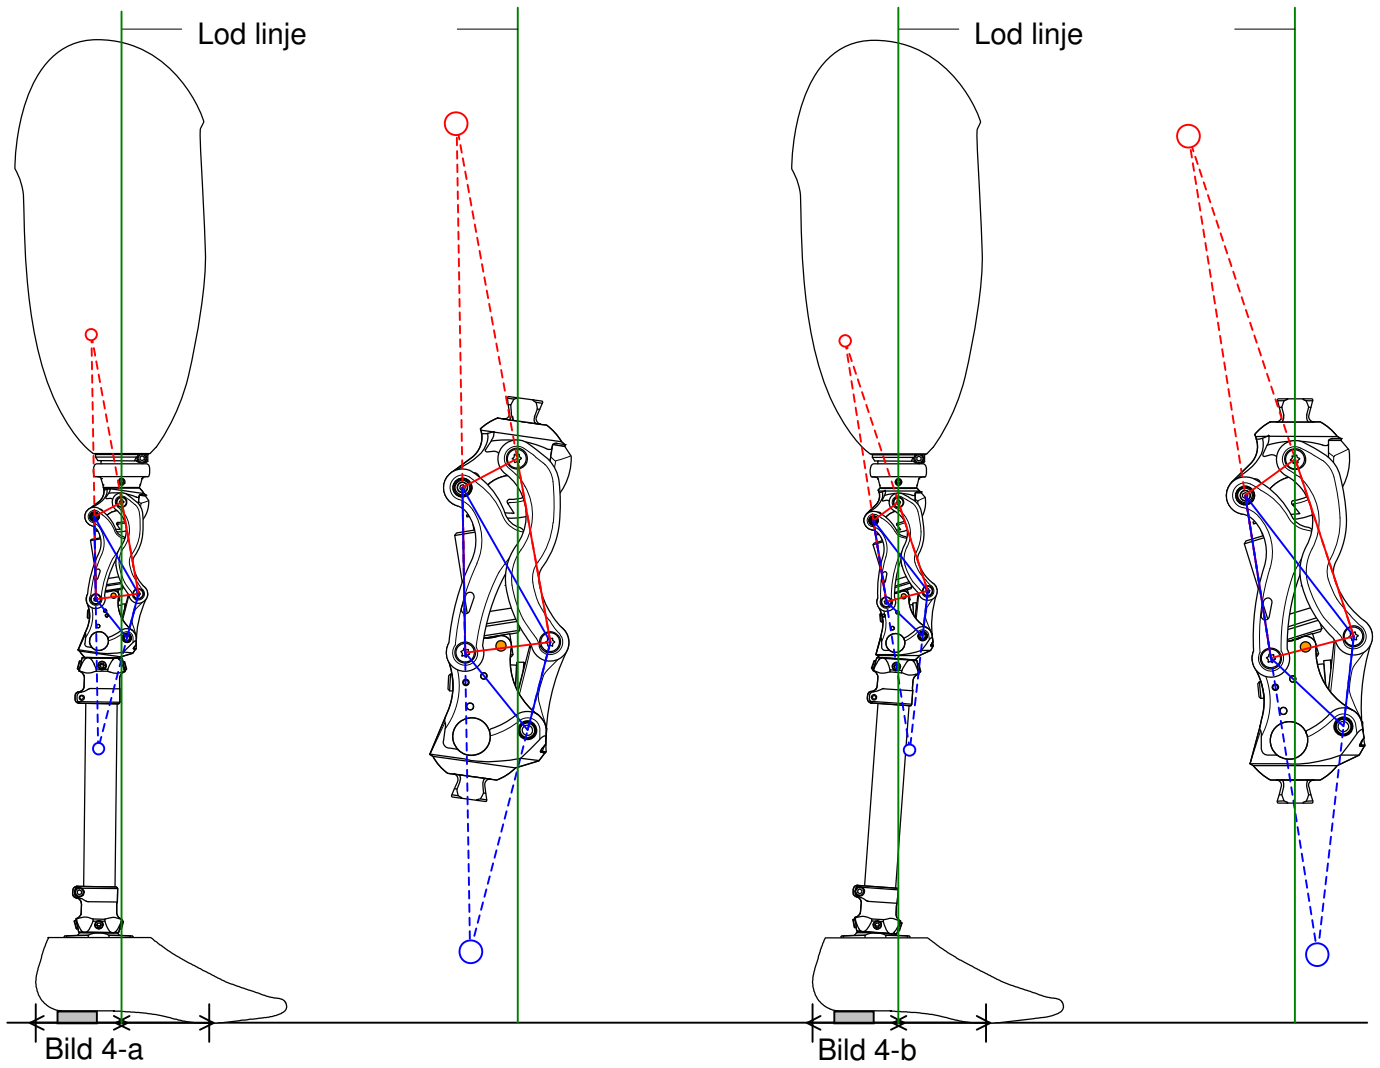

Bild 4 Justering av knästabiliteten i ståfasen
bör ni under provgången vara uppmärksam på olika signaler som exempelvis alltför mycket bouncing rörelse och/eller mekaniskt missljud, eller att patienten efter hällyft har svårt att genomföra en naturlig knäböjning. Justera genom att öka knämodulens lutning framåt (Bild 4-a)
*Om knäleden uppfattas vara ostadig* bör ni vara uppmärksam på signaler under provgången som att patienten exempelvis känner eller påvisar instabilitet vid hälkontakt eller att bouncing rörelse i nerförsbacke saknas. Justera genom att minska knämodulens lutning framåt (Bild 4-b).